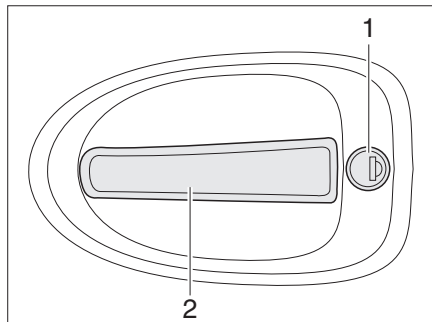

Bild 46 Türschloss Fahrtür, außen
- Schlüssel in Schließzylinder (Bild 46,1) stecken und drehen, bis das Türschloss entriegelt ist.
- Am Türgriff (Bild 46,2) ziehen. Die Tür ist geöffnet.
- Schlüssel in Schließzylinder (Bild 46,1) stecken und drehen, bis das Türschloss verriegelt ist.